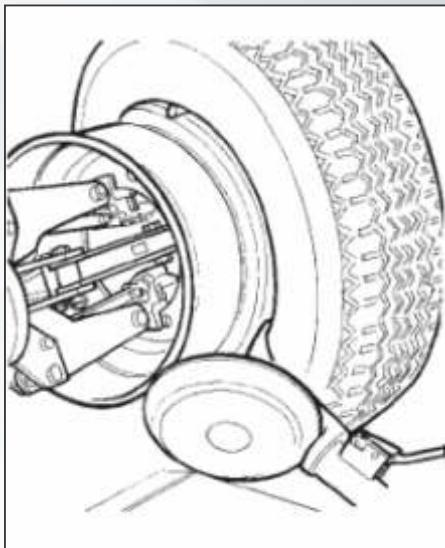

Рисунок 21
- 4) Перемещайте съемный рычаг вперед, пока красная точка не будет на одной линии с внешним краем диска на расстоянии 5 мм от него (см. рис.21). Установите переносной блок управления в рабочее положение «c».
9) Поверните рычаг на 180° при помощи рукоятки (см. рис.21).